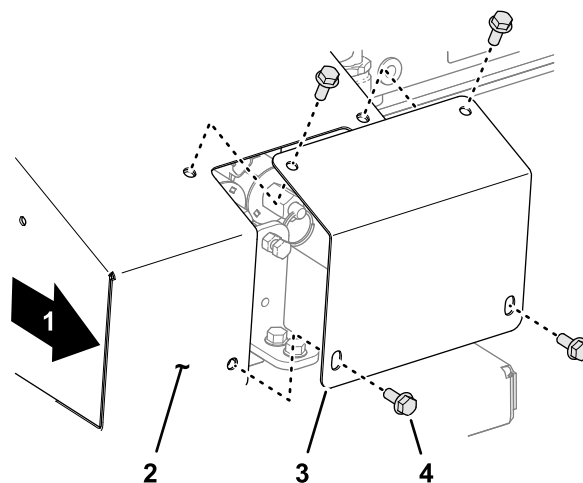

Рисунок 28
1. На правой стороне машины отверните 4 колпачковых винта с фланцевыми головками, которые крепят плоскую крышку к крышке отсека ручного пульта управления (Рисунок 28).